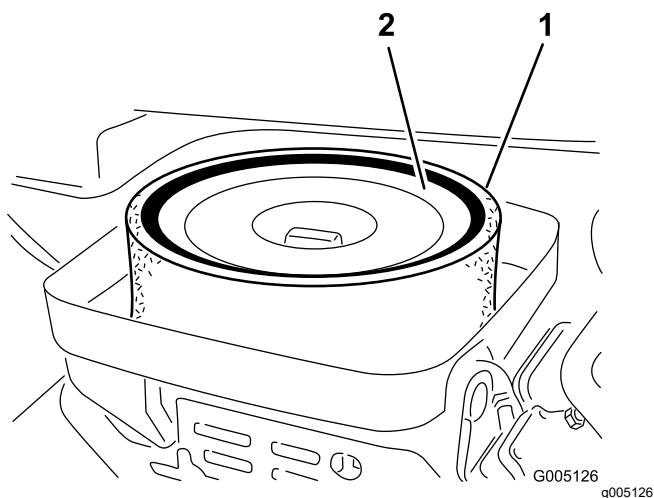

図 38
3. エlementをエアクリーナに固定している蝶ナットを外す 図 38。
4. スポンジ 図 38を点検し、汚れていればペーパーエメントから外す。以下の要領で丁寧に清掃してください